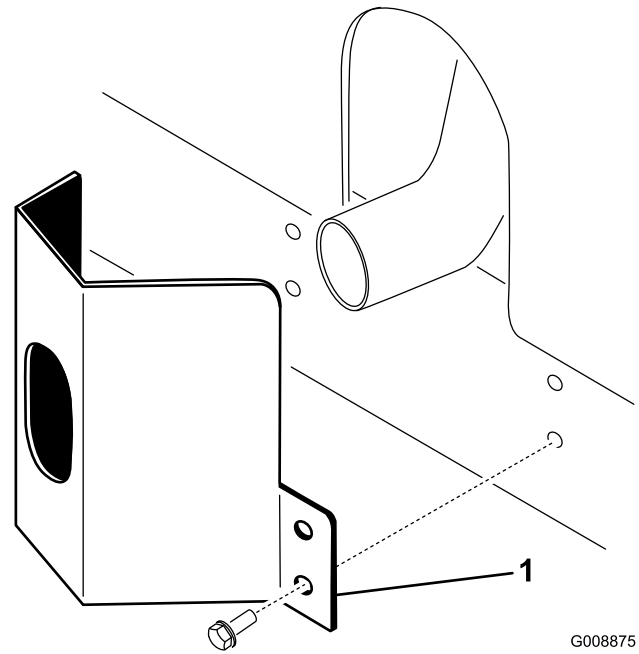

Figura 11
1. Coloque el protector del tubo de escape alrededor del silenciador, alineando los orificios de montaje con los del bastidor (Figura 11).
2. Fije el protector al bastidor con 4 tornillos autorroscantes (Figura 11).